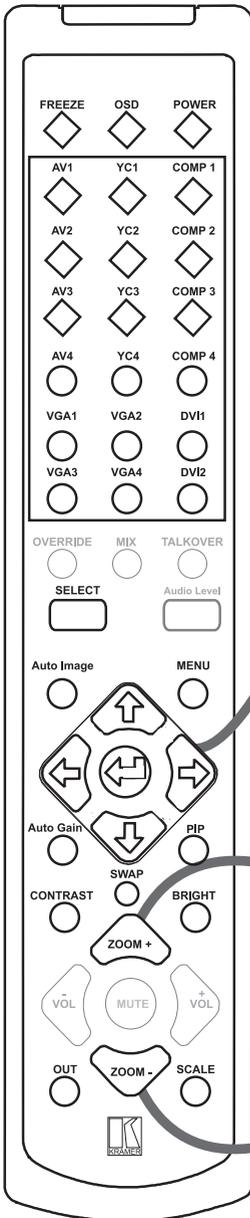

Рис. 44. Пульт дистанционного управления на инфракрасных лучах
- навигационные кнопки и кнопка *MENU* инфракрасного пульта дистанционного управления (рис. 44).
⁷ Представляют собой группу из пяти кнопок (см. увеличенную схему на рис. 44).